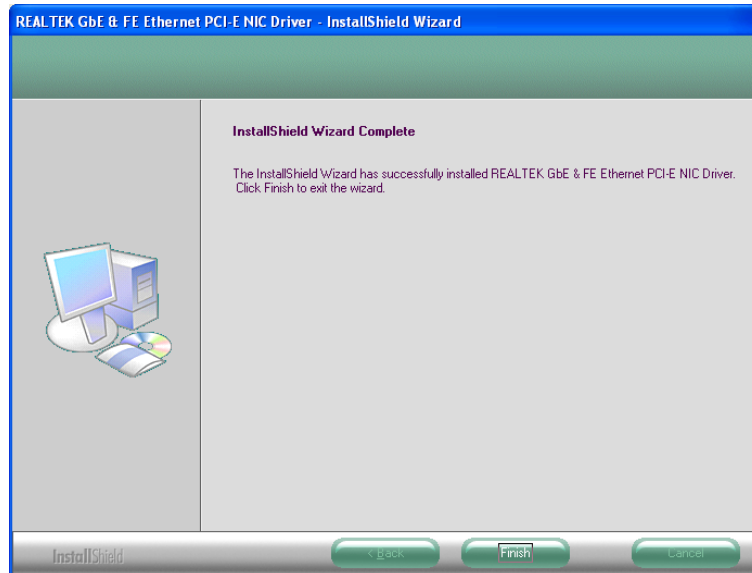

Abbildung 7-23: LAN-Treiberinstallation Endbildschirm
Schritt 9: Nach der Treiberinstallation wird der Endbildschirm angezeigt (**Abbildung 7-23**).